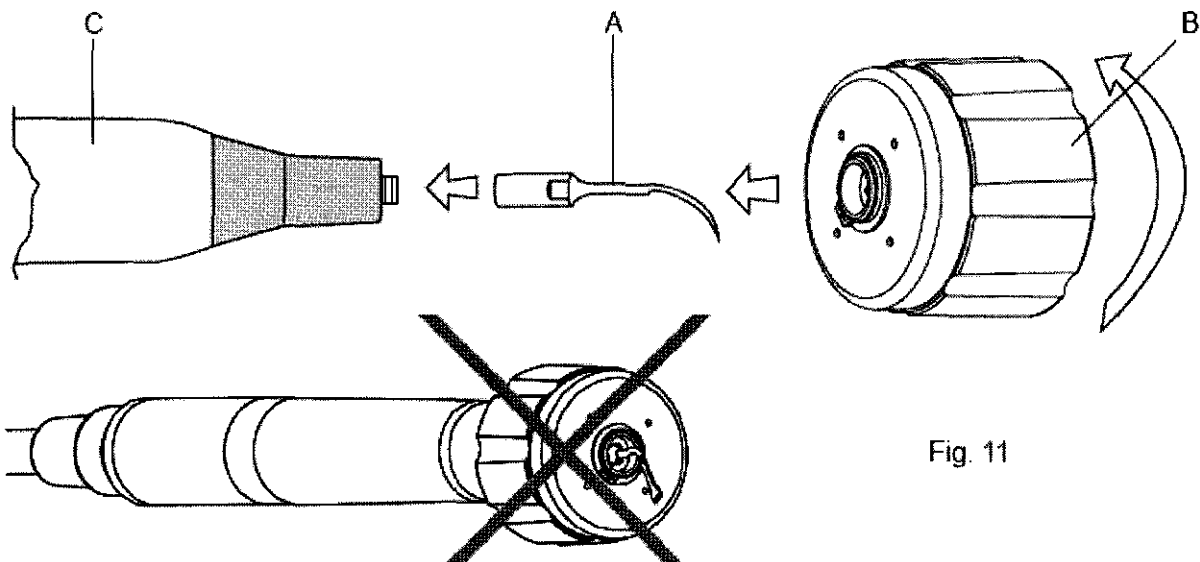

Fig. 11
2. Atornillar el inserto preseleccionado en la pieza de mano Piezosurgery hasta colocarlo en posición de choque (Fig.11 - Ref.A).
Para un correcto uso de la llave dinamométrica K5 (Fig.11 - Ref.B) actuar como se indica a continuación:
- ATENCIÓN:** No se debe empuñar la pieza de mano en la parte final y/o en el cordón pero sólo en el cuerpo en plástico (Fig.11 - Ref.C).